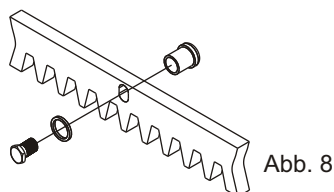

Abb. 8
6.2. An jedem einzelnen Zahnstangenglied die Befestigungsklinken anbringen und mit den entsprechenden Befestigungsschrauben verbinden. Dabei darauf achten, dass sie am oberen Teil der Öse angebracht werden (Abb. 8);